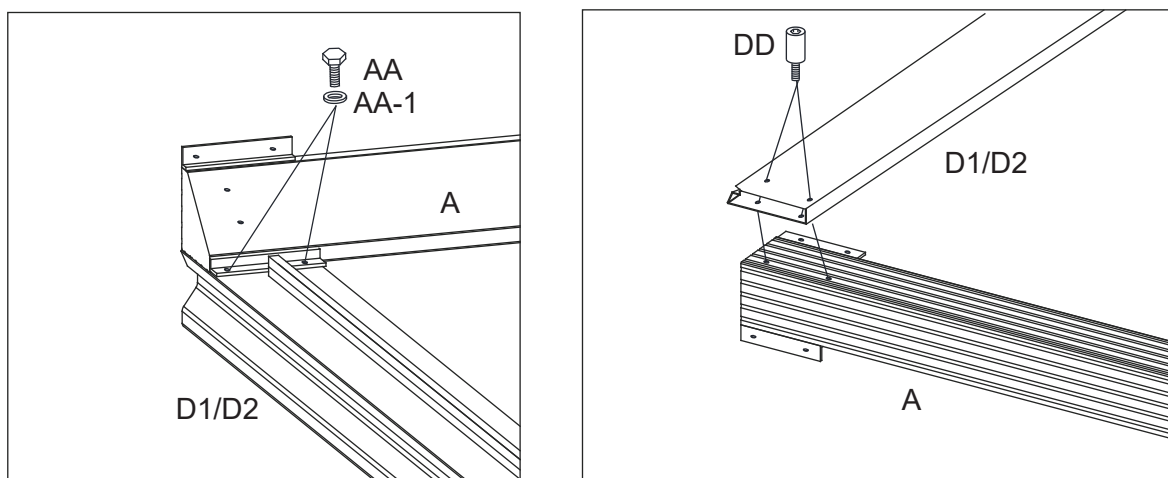

Figure 4-1
- 4.1 . Fixer les linteaux longs (D1 et D2) à l'extrémité des poteaux d'angle (A) d'abord avec les boulons (AA) et la rondelle (AA-1) puis avec les boulons (DD). Serrez tous les boulons. Voir la figure 4-1.